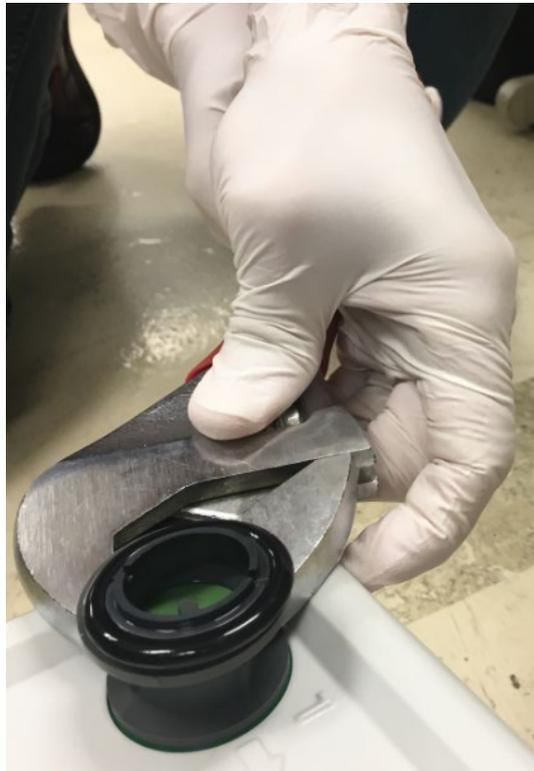

Abbildung 25: Festziehen des grauen Abluftanschlussadapters
- 4) Ziehen Sie den grauen Abluftanschlussadapter an der Pumpe mit einem verstellbaren Schraubenschlüssel fest. Es ist wichtig, dass dieser Adapter fest sitzt, um Ölleckagen zu vermeiden. Siehe Abbildung 25.